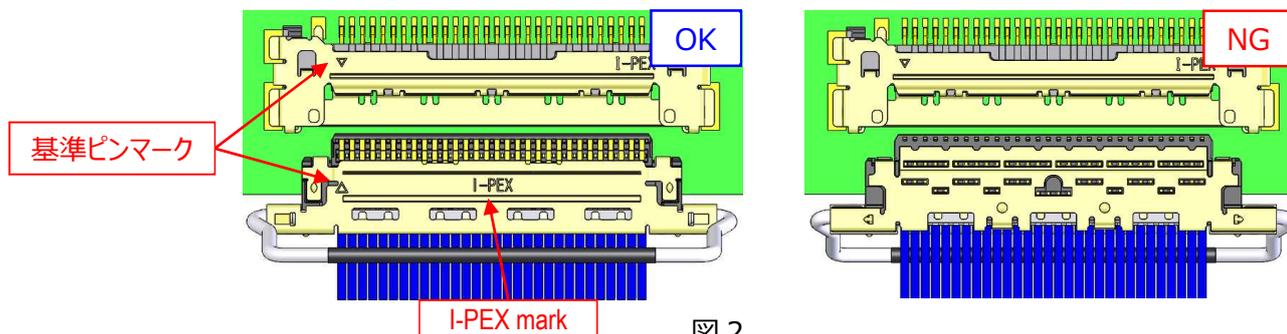

図 2
- ② 図 2 の様に、リセプタクルコネクタとプラグコネクタの基準ピンマークが向き合うようプラグコネクタの向きをセットする。